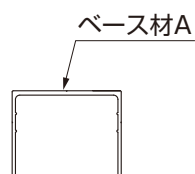
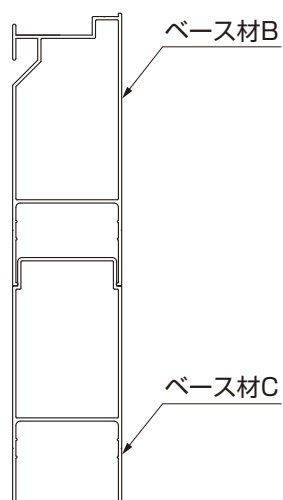

図2-3
図2-4
- ベース材には種類があります。(図2-3、図2-4、図2-5参照)